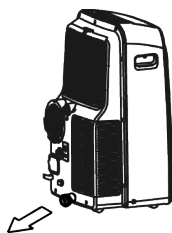

Abb. 22:
Bewegen Sie das Gerät vorsichtig zu einer Ablassstelle, entfernen Sie die untere Ablassschraube und lassen Sie das Wasser abfließen (Abb.22). Bauen Sie die untere Ablassschraube wieder ein und starten Sie das Gerät neu, bis das "P1" Symbol verschwindet. Wenn der Fehler sich wiederholt, rufen Sie den Kundendienst.
- Entfernen Sie die Stopfen aus der unteren Ablassöffnung, das ganze Wasser in der Bodenwanne abfließen lassen (siehe Abb.22).